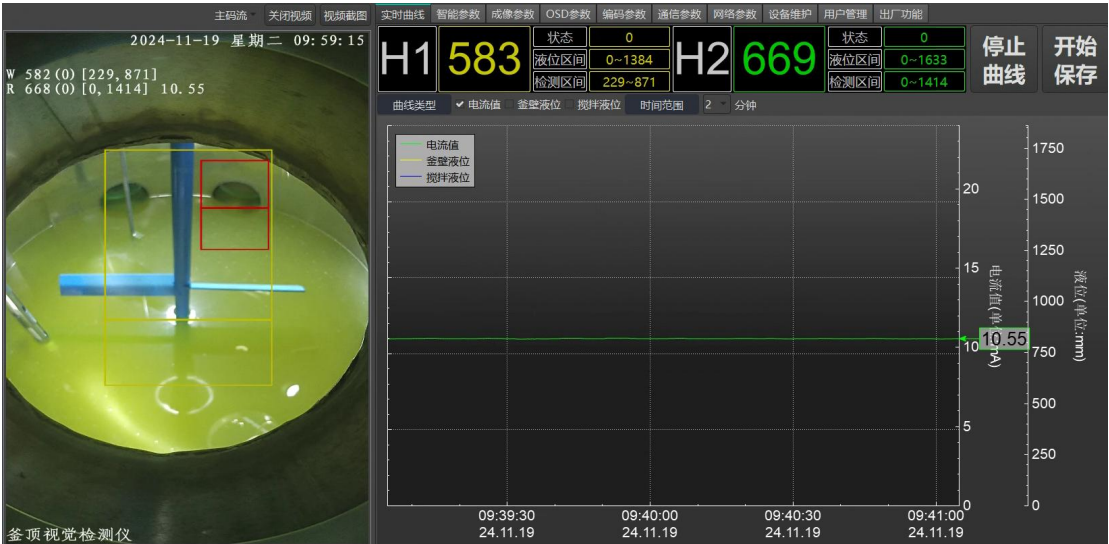

图 17 算法启动
(5) 点击算法检测至  状态，点击  成功后在视频中会出现对应区域标定的方框，“Config...”位置会显示实时的算法检测数据，如图 17 所示。